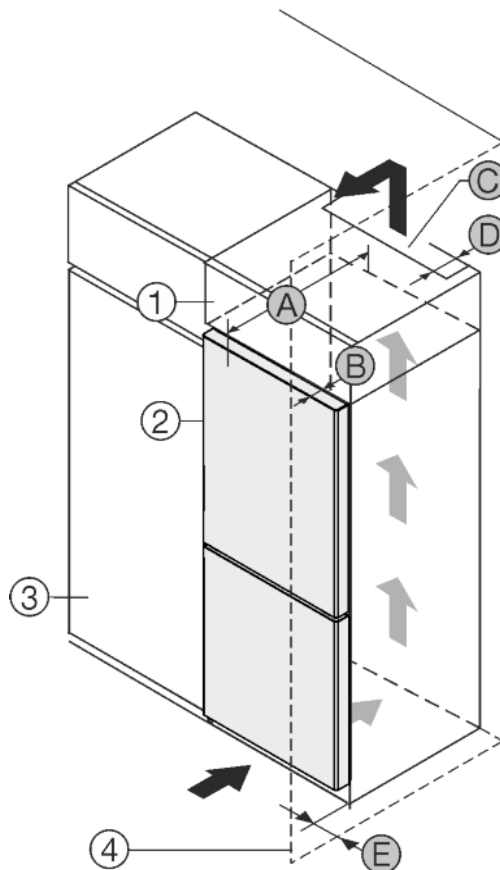

Fig. 44
Urządzenie może zostać obudowane szafkami kuchennymi. Aby dopasować urządzenie Fig. 44 (2) do wysokości ciągu szafek kuchennych, można nad urządzeniem umieścić szafkę nasadzaną Fig. 44 (1).
Urządzenie można ustawić bezpośrednio obok szafki kuchennej Fig. 44 (3). By móc całkowicie otworzyć drzwi, urządzenie musi wystawać przynajmniej o głębokość Fig. 44 (B) za front szafki kuchennej. W zależności od głębokości szafek kuchennych oraz od zastosowania elementów dystansowych urządzenie może wystawać jeszcze bardziej.
- Na tylnej ścianie szafki nasadzonej wymagany jest wywiewny kanał wentylacyjny o głębokości Fig. 44 (D) na całej szerokości szafki.
- Pod sufitem pomieszczenia należy zachować przekrój odpowietrzający Fig. 44 (C).
Jeżeli urządzenie będzie ustawiane z zawiasami do ściany Fig. 44 (4), to pomiędzy urządzeniem i ścianą należy zachować odstęp Fig. 44 (E).